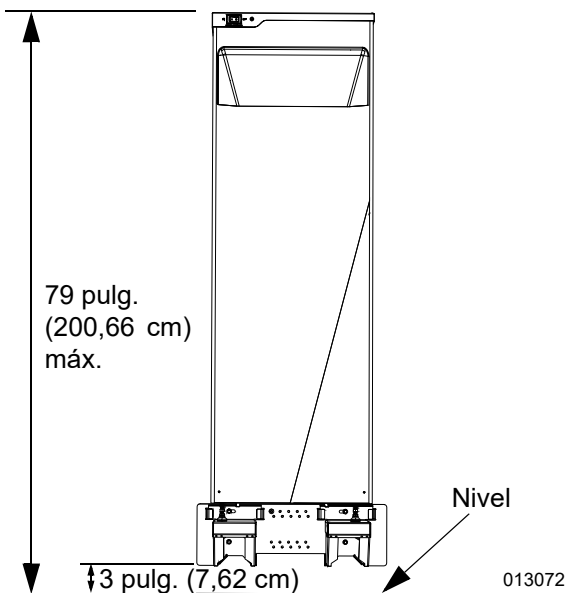

Figura 4-2. Altura de instalación del soporte de patas
1. Consulte la **Figura 4-2**. Instale el borde inferior del soporte de patas con una altura mínima de 3 pulg. (7,62 cm) y una altura máxima de 6 pulg. (15,24 cm) para mantener el interruptor de desconexión de la batería a una altura máxima de 79 pulg. (200,66 cm) por encima del nivel.